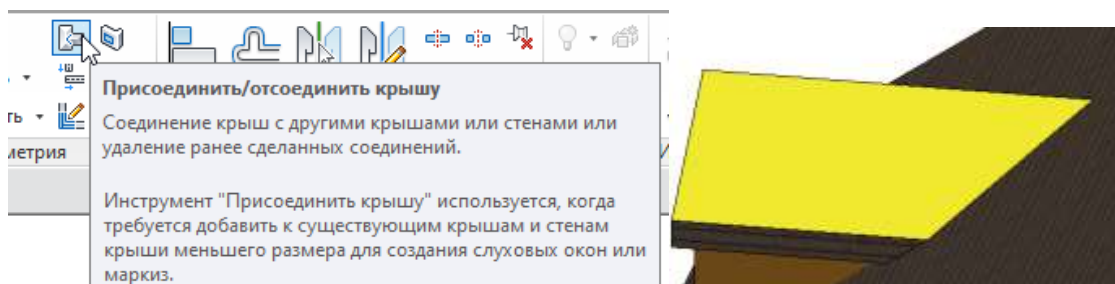

Рисунок 4.55 – Соединение двух крыш
4. С помощью инструмента «Присоединить крышу» соединим крышу слухового окна с главной крышей. На вкладке «Изменить» нажмем кнопку «Присоединить/отсоединить крышу». На 3D-виде выберем одну из задних кромок крыши слухового окна, а затем щелкнем плоскость главной крыши (рис. 4.55).